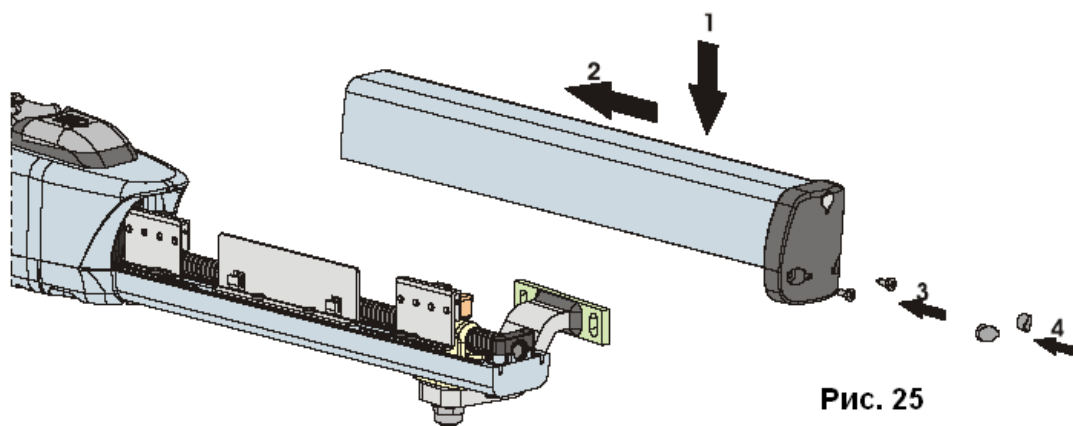

Рис. 25
7. Защитный кожух установить на место рис. 25, поз1,2.
8. Ввернуть два нижних винта, рис. 25, поз 3.
9. Установить две передние декоративных заглушки, рис. 25, поз 4.